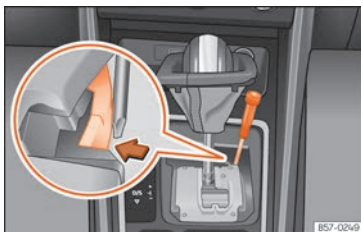

Fig. 57 Palanca selectora: desbloqueo de emergencia en la posición de aparcamiento.
- Con ayuda de un destornillador, presione lateralmente la pestaña amarilla de desbloqueo y manténgala presionada » » » **fig. 57**.